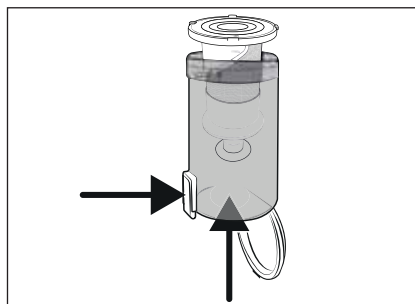

Fig. 20
- 3) Scoateți filtrul din oțel inoxidabil **6** din recipientul de praf **7** prin apăsarea tastei de deblocare a capacului recipientului de praf **8**. Apoi îndepărtați filtrul din oțel inoxidabil **6** de jos din recipientul de praf **7** (a se vedea fig. 20).